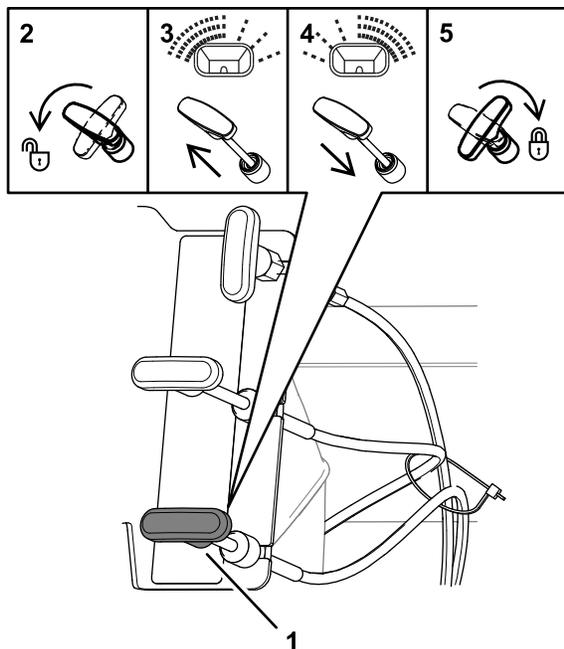

Figure 25
1. Déverrouillez la commande du diffuseur en tournant la poignée dans le sens antihoraire de 90°, comme montré en 2 sur la Figure 25.
- Si l'épandage est trop important sur le côté gauche de la machine, poussez légèrement la commande du diffuseur; voir 3 sur la Figure 25.
- Si l'épandage est trop important sur le côté droit de la machine, tirez légèrement la commande du diffuseur; voir 4 sur la Figure 25.
3. Bloquez la commande d'épandage en tournant la poignée dans le sens horaire de 90°; voir 5 sur la Figure 25.